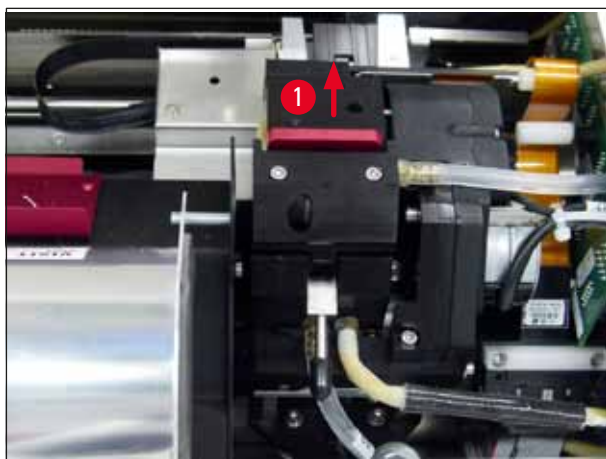

Fig. 52
2. Skrivehodet (→ "Fig. 52-1") beveger seg oppover til en posisjon ca. 1 cm fra leppetetningen (→ "Fig. 52").